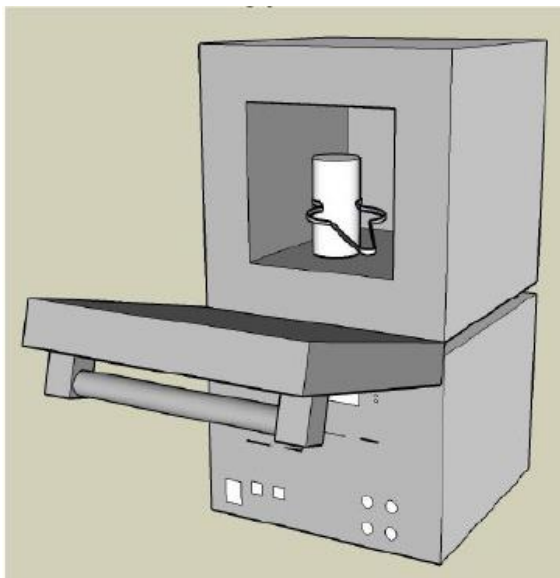

Figura 5. Modul de manipulare a formei în cuptorul de sinterizare
- forma obținută se introduce în cuptorul aflat la temperatura camerei (figura 5);